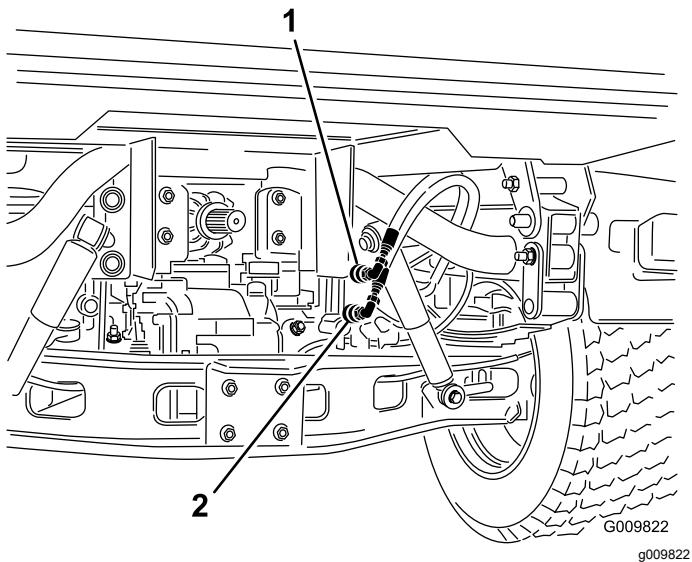

Figure 75
- Sur les deux machines, débranchez les 2 flexibles à coupleurs rapides des flexibles fixés au support de coupleur (Figure 75).